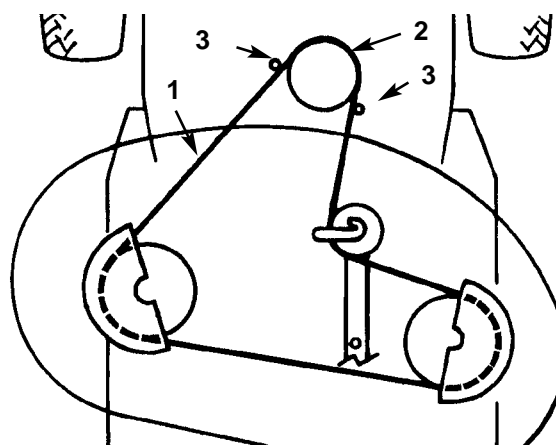

Fig. 43
14. Togliere la cinghia del tosaerba dalla puleggia inferiore del motore (Fig. 43). Flettere leggermente, con cautela, la guida (o guide) della cinghia dalla puleggia per smontare la cinghia. Se fosse troppo difficile smontare la cinghia, allentare i bulloni e i dadi che fissano le guide.
4. Montare la cinghia del tosaerba sulla puleggia inferiore del motore (Fig. 43). Flettere leggermente, con cautela, la guida (o guide) della cinghia dalla puleggia per montare la cinghia. Se fosse troppo difficile montare la cinghia, allentare i bulloni e i dadi che fissano le guide.